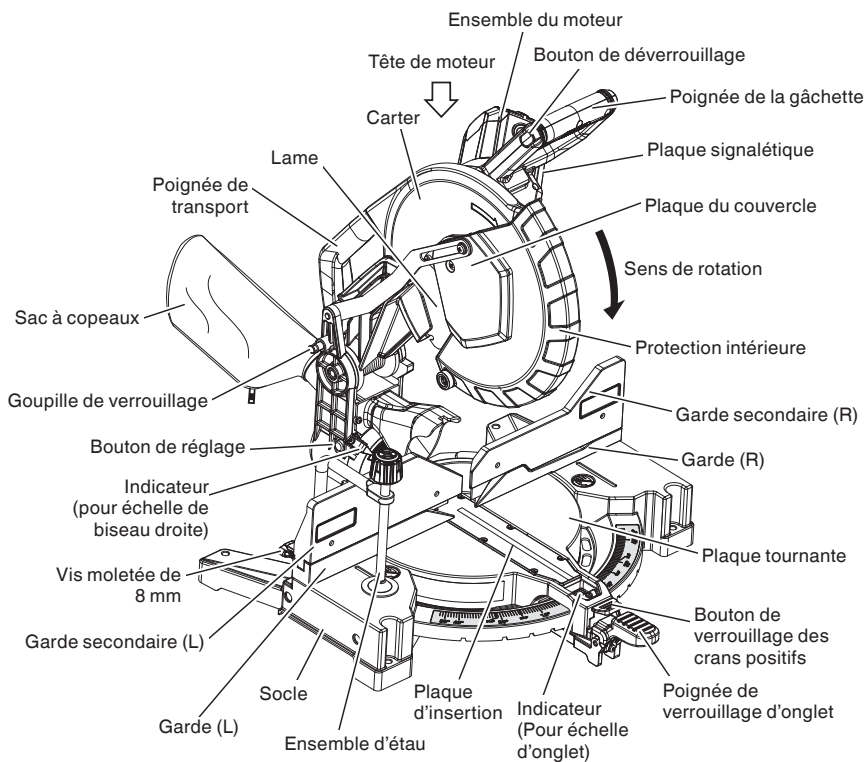
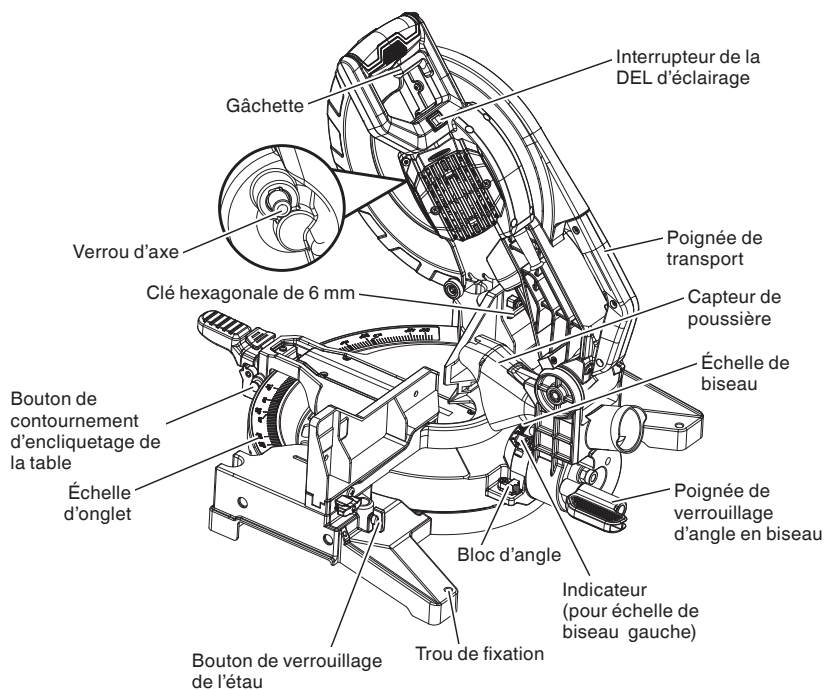

Fig. 1
Fig. 2
Fixer la garde secondaire (L), le sac à copeaux et l'ensemble d'étau comme indiqué sur la Fig. 1 et Fig. 2.
(Fixer l'ensemble d'étau comme illustré à la Fig. 1, Fig. 2 et Fig. 18.)
Après avoir installé la lame de scie, vérifier que le verrou d'axe est revenu sur sa position libérée avant d'utiliser l'outil électrique (voir Fig. 2).